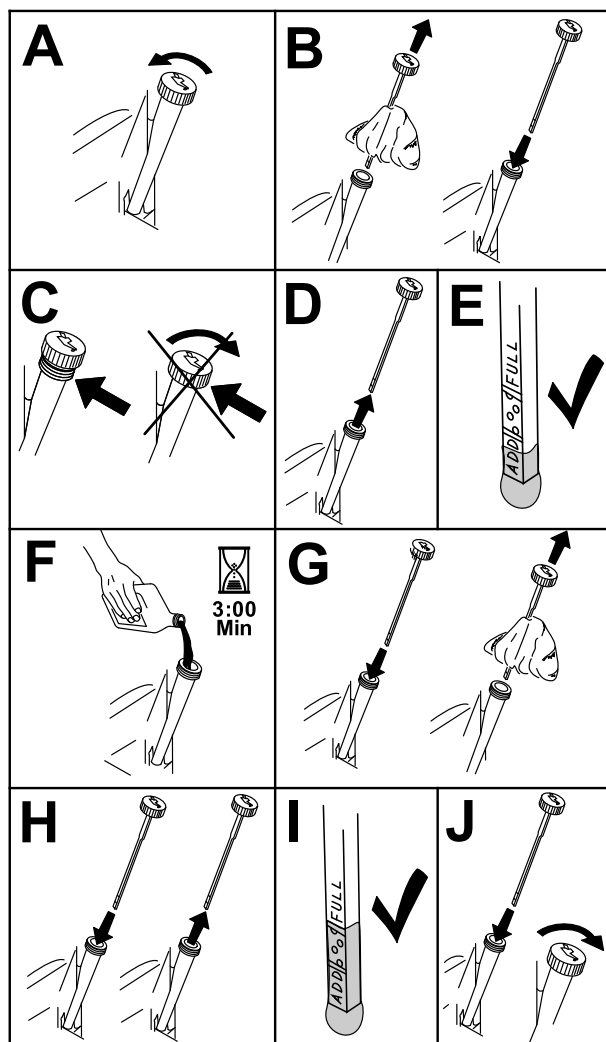

Figura 54
2. Pare el motor, retire la llave y espere a que se detengan todas las piezas en movimiento antes de abandonar el puesto del operador (Figura 54).